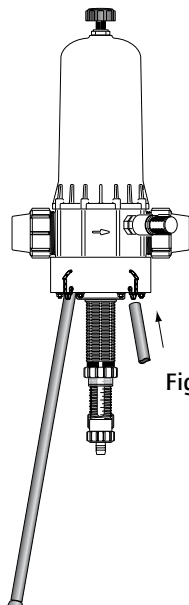

Fig. 1
- Introducir los soportes en los orificios previstos para ello (Fig. 1).